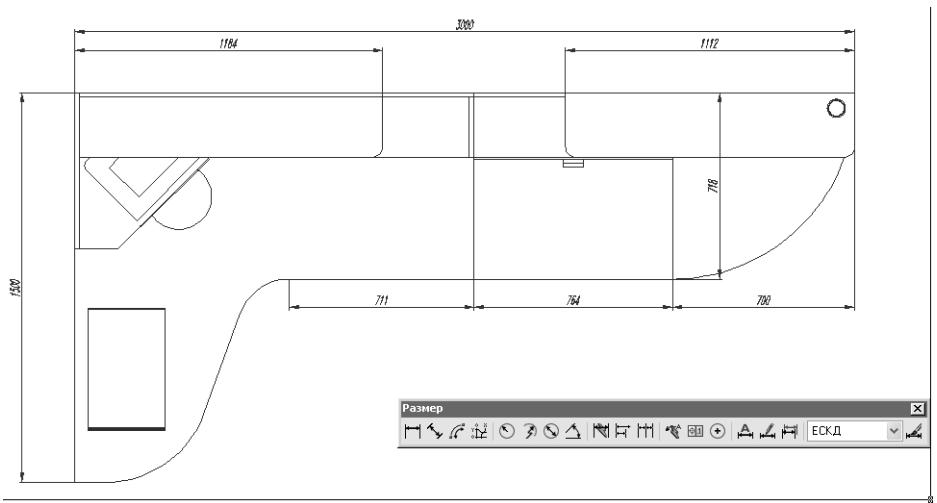

Рис. 11.20 ▼ Размер, созданный с использованием режима **Вертикальный** (VERTICAL)
- Обратите внимание на режимы, отображаемые в командном окне: Продолжение размерной линии или [Мтекст/Текст/Угол/Горизонтальный/Вертикальный/Повернутый]: (Specify dimension line location or [Mtext/Text/Angle/Horizontal/Vertical/Rotated]): Эти режимы используются для того, чтобы создавать и изменять линейные размеры в тех случаях, когда размеры, создаваемые AutoCAD автоматически, не устраивают пользователя. В частности, в рассматриваемом примере нам нужно задать вертикальную ориентацию размера. Введите в командном окне **Вертикальный** (VERTICAL) или просто **в** (V).
- AutoCAD создаст вертикальный размер, ориентация которого теперь не будет зависеть от расположения указателя-перекреcтия – вам останется лишь указать место расположения размера (рис. 11.20).